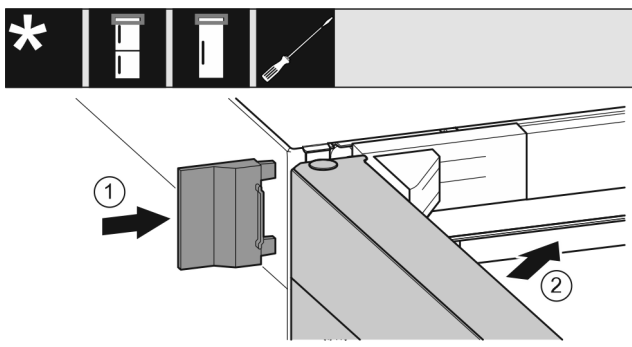

Fig. 28
- ▶ Nasuňte vonkajší kryt Fig. 28 (1).
- ▶ Zatvorte horné dvere Fig. 28 (2).